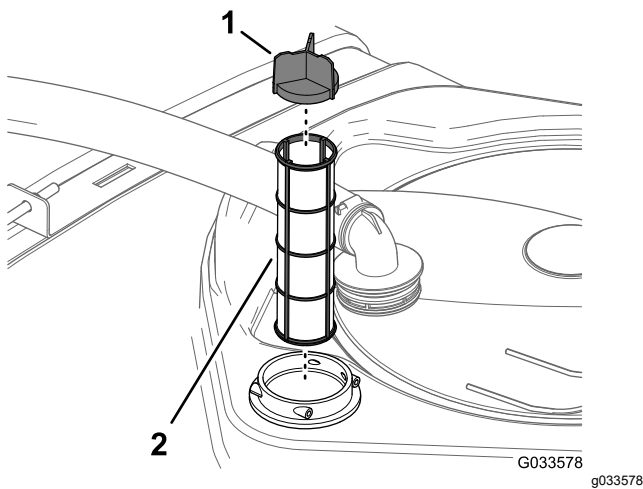

Bild 29
4. Ziehen Sie das Saugsieb aus dem Filtergehäuse im Behälter (Bild 29).